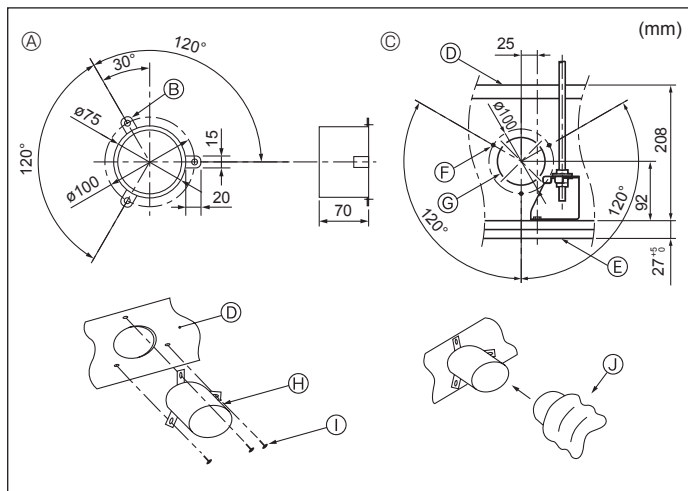

Fig. 2-3
2.3. Τοποθέτηση αγωγού (εάν υπάρχει είσοδος αέρα περιβάλλοντος) (Fig. 2-3)